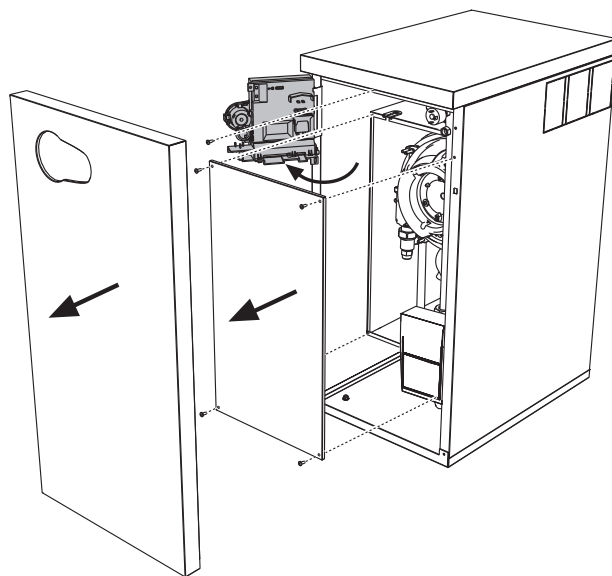

fig. 22
2. Enlever le panneau avant et le panneau de la chambre de combustion étanche (voir fig. 22).
3. Dévisser la vis et tourner le tableau de commandes (voir fig. 22).